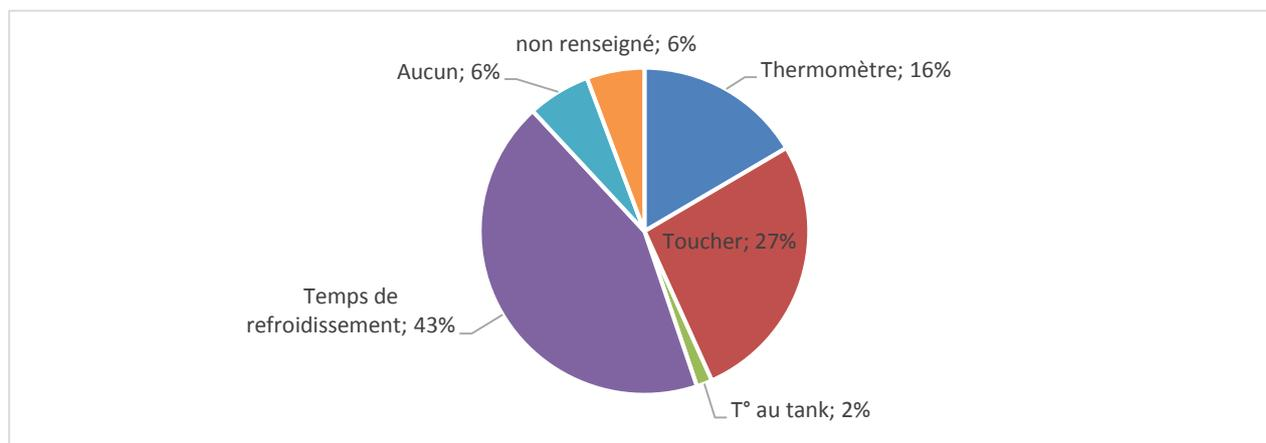

Figure 7 : Moyens d'appréciation des performances des pré-refroidisseurs utilisés par les éleveurs équipés
**88 % des éleveurs se disent satisfaits des performances** de leur pré-refroidisseur et **84 % d'entre eux recommanderaient ce matériel à un autre éleveur**. Pour autant, seuls 18 % des éleveurs utilisent un **réel moyen d'appréciation des performances** de leur équipement : température du lait indiquée au tank lors de la première traite (2%), ou utilisation d'un thermomètre (16%) pour vérifier la température de l'eau et du lait en sortie de pré-refroidisseur (figure 7). La majorité des éleveurs équipés (43 %) estiment les performances de leur matériel en appréciant « au toucher » la température de l'eau tiédie (encart 4).